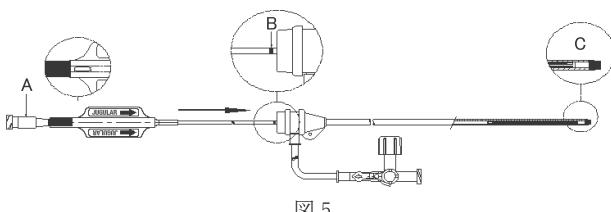

図 5
- (17) フィルターがイントロデューサーのカニューレ内で適切な位置に収まるまで、ストレージチューブの端からオプチュレーターで押しながら丁寧に進める。
(18) 出血を防ぐためにシース止血弁からストレージチューブを引き抜く。ストレージチューブはオプチュレーターのハブ端にある隆起部にスライドさせることで固定できる。(図 5 A)
(19) オプチュレーターのマーカーがイントロデューサーの止血弁の位置に来るまでフィルターを進める。(図 5 B) このときフィルターは、イントロデューサー先端部のイントロデューサー内に位置している。(図 5 C)